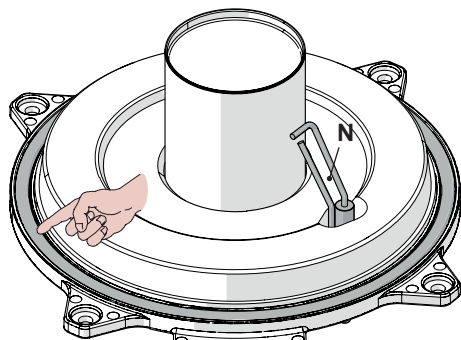

Figura 9.8
- La guarnizione in silicone della parete frontale della camera di combustione Figura 9.8 deve essere cambiata se deteriorata.
- L'elettrodo di accensione/rilevazione **N** in Figura 9.8 funge anche da sensore per il corretto scarico della condensa. Se tale elettrodo viene a contatto con acqua di condensa presente all'interno della camera di combustione manda in blocco di sicurezza la caldaia. Pertanto se si trova la coibentazione bagnata o deteriorata provvedere alla sostituzione.